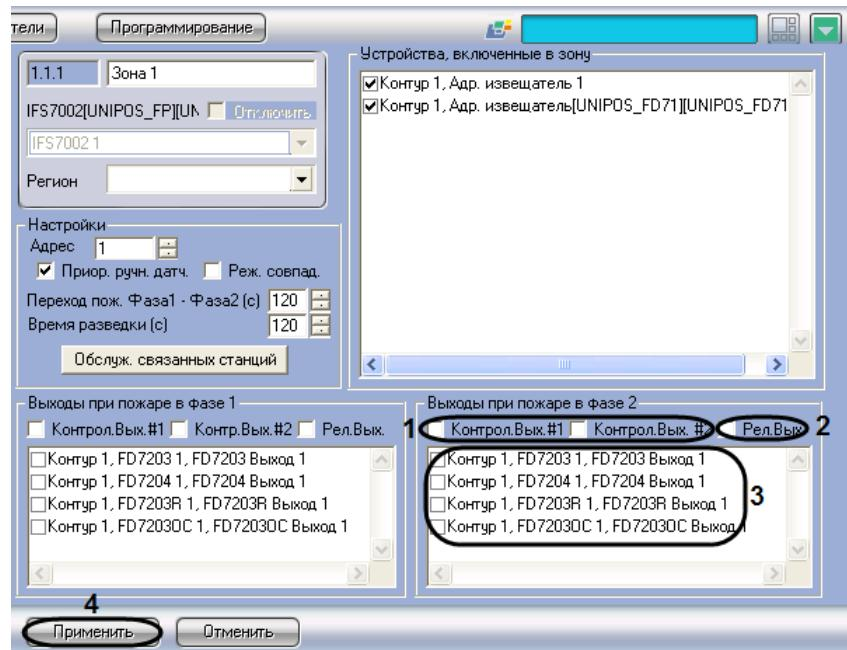

Рис. 3.7-7 Настройка выходов, задействованных при пожаре второй степени
- Перейти на панель настройки объекта **Зона** (Рис. 3.7-7).
2. В случае, если при пожаре второй степени требуется задействовать исполнительные устройства, подключенные к контрольным выходам станции *IFS7002*, установить флажки напротив требуемых контрольных выходов (см. Рис. 3.7-7, 1).
3. В случае, если при пожаре второй степени требуется задействовать исполнительные устройства, подключенные к релейному выходу станции *IFS7002*, установить флагок **Рел.Вых** (см. Рис. 3.7-7, 2).
4. В случае, если при пожаре второй степени требуется задействовать исполнительные устройства, подключенные к выходам адресных модулей, установить флажки напротив требуемых выходов (см. Рис. 3.7-7, 3).
5. Для сохранения настроек во внутренней базе данных Сервера *Интеллект* нажать кнопку **Применить** (см. Рис. 3.7-7, 4).